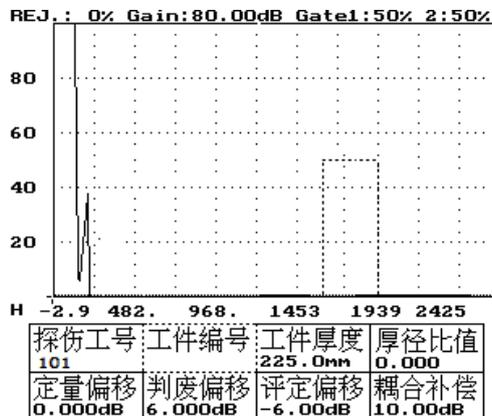

图 2-1
- 按方向键——将虚框移到工件编号参数上。如图 2-1 所示。